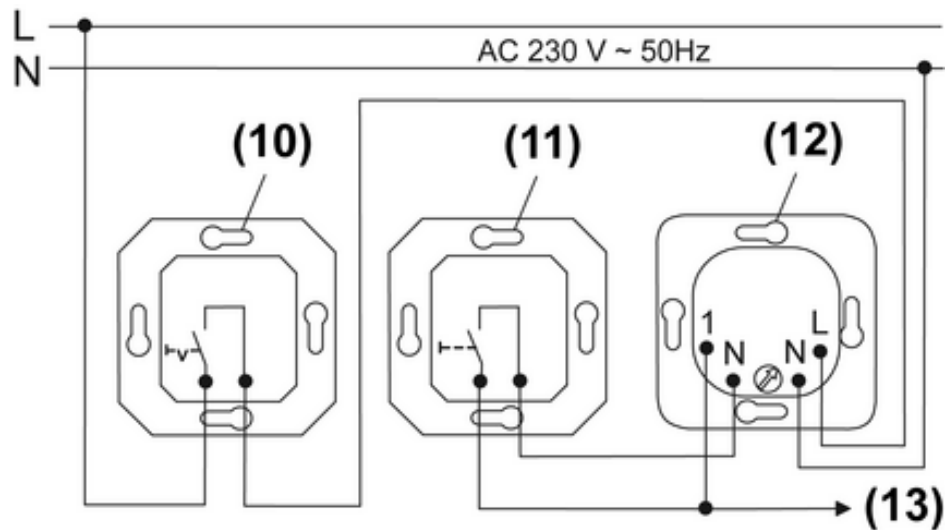
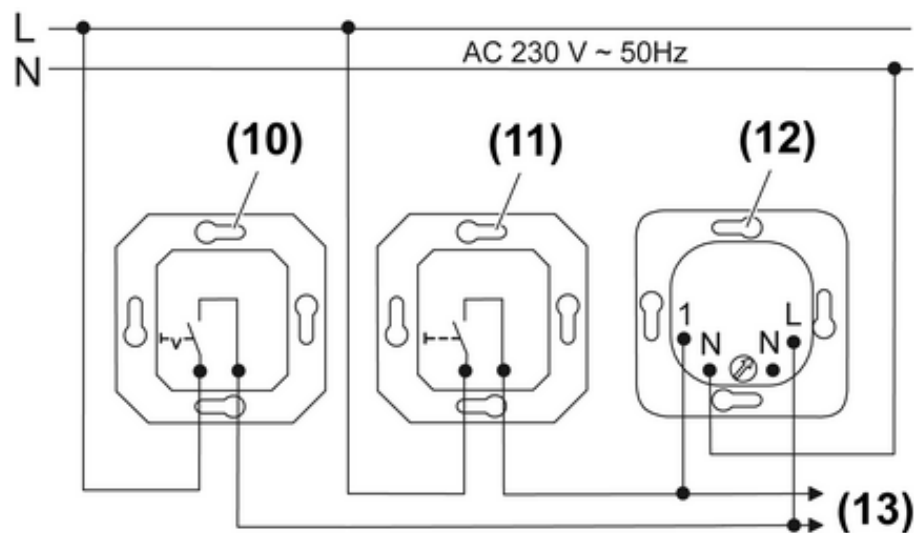

Figure 4: Exemple de raccordement pour la commutation de couleur par le conducteur neutre
Figure 5: Exemple de raccordement pour la commutation de couleur par le conducteur extérieur
Les commutations d'exemple suivantes indiquent deux possibilités d'installation de la lampe d'orientation. Dans l'exemple de raccordement (figure 4), le conducteur neutre est actionné sur l'entrée de commande « 1 » pour effectuer la commutation de couleur. Dans l'exemple de raccordement (figure 5), le conducteur extérieur est actionné sur l'entrée de commande « 1 ».
- Raccorder la lampe d'orientation conformément à l'exemple de raccordement (figure 4) ou (figure 5).
- Relier d'autres lampes d'orientation par (13) à la première lampe d'orientation.
- Monter le mécanisme (12) dans un boîtier d'appareillage. Les bornes de raccordement doivent être en bas.